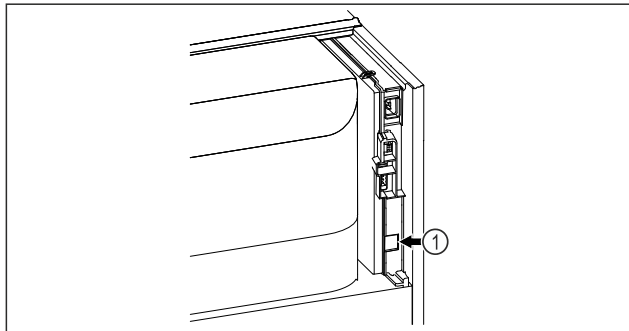

Fig. 127
- SmartModule Fig. 127 (1) är insatt.